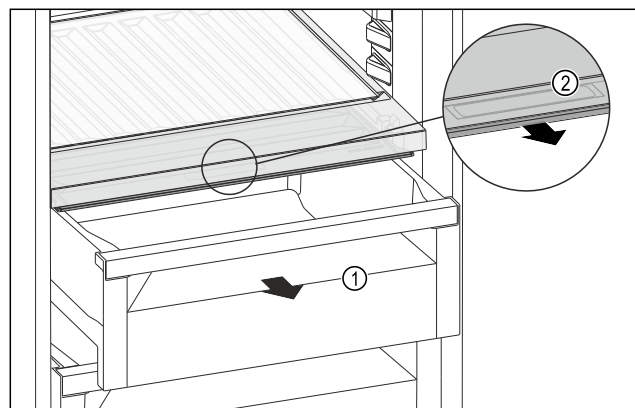

Fig. 170
- Retirer le tiroir Fig. 170 (1).
- Saisir la poignée encastrée Fig. 170 (2) du couvercle du compartiment et tirer le couvercle du compartiment par l'avant.